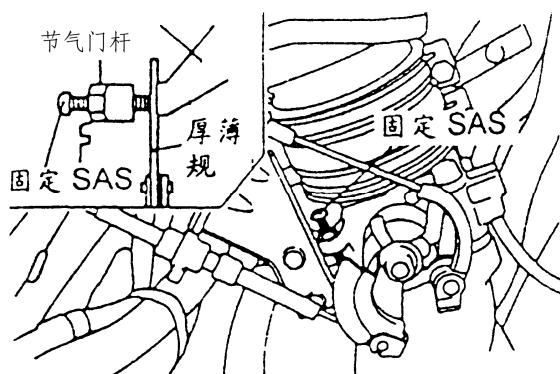

图 3-30 插入塞尺
(2) 如图 3-30 所示，在“固定 SAS”与节气门杆之间插入厚度为 0.45mm 的塞尺。